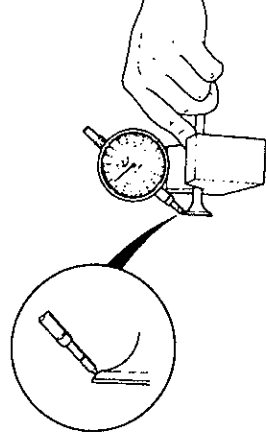

Fig. 3-63
- Verifique cada válvula por si tiene excentricidad radial con un calibre de reloj y soporte en "V", como se muestra en la Fig. 3-63.